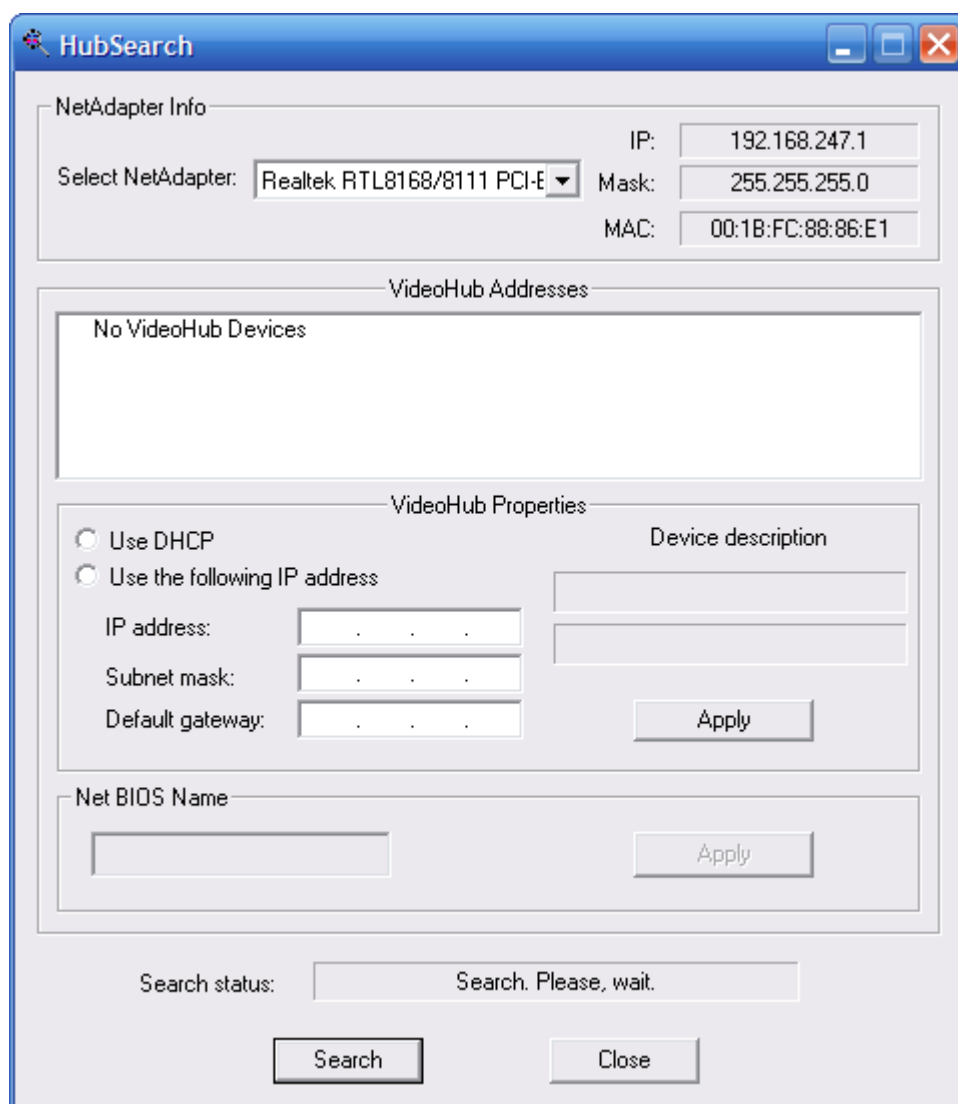

Рис. 7.2—2 Процесс поиска LS и LH
После окончания поиска в строке «Search status» будет выведено сообщение «Stop search. Find ...». Найденные устройства будут добавлены в список «VideoHub Addresses». Выберите требуемый LS (LH) в списке найденных устройств – информация о выбранном устройстве будет выведена в поле «VideoHub Properties» (Рис. 7.2—3).